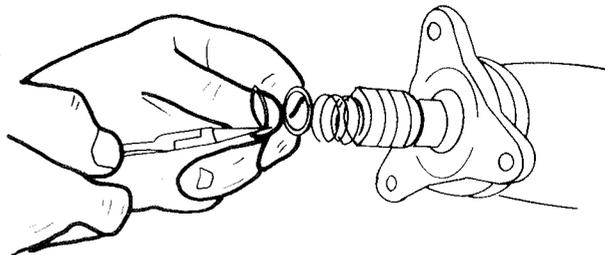

Bild 144
- Gelenkwelle in einen Schraubstock einspannen und die Gummikappe (6) vom Ende der Welle entfernen.
- Den Sprengling (1) mit einer Sprenglingzange entfernen und der Reihe nach die Scheibe (2) und die Feder (3) abnehmen. Bild 144 zeigt die Teile auf dem Ende der Welle.
Die Feder, die Federsitzscheibe und den Sprengling (Bild 144) an der Vorderseite der Welle anbringen. Die Gelenkscheibe am Flansch anschrauben. Darauf achten, dass die Löcher mit den Zentrierstiften in Eingriff kommen. Die Befestigungsschrauben mit 49